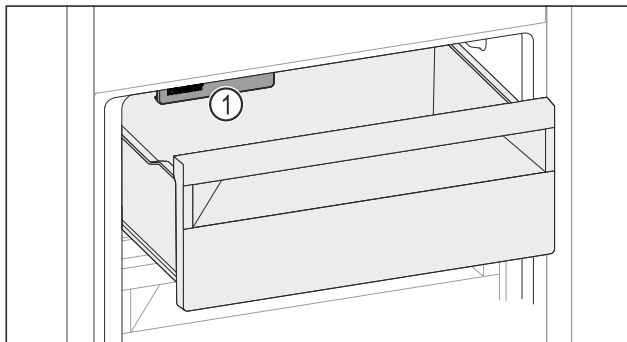

Fig. 178
- IceMaker Fig. 178 (1) berücksichtigen.